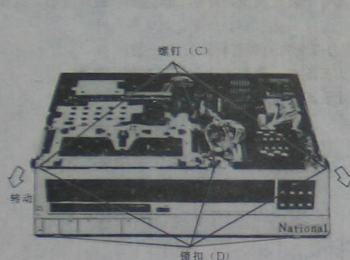

图 1-7 拆卸前面板
(1) 参看图 1-7, 旋出 3 个螺钉 (C), 打开 6 个锁扣 (D)。然后, 抓住前面板的顶端向机器的前面 (如图中箭头所示方向) 转动, 就可拆卸下面板。
(2) 当录音机前面板的顶端向前转动、拆卸下面板时, 应在其底下放置一块软垫, 以免对机器造成损伤。